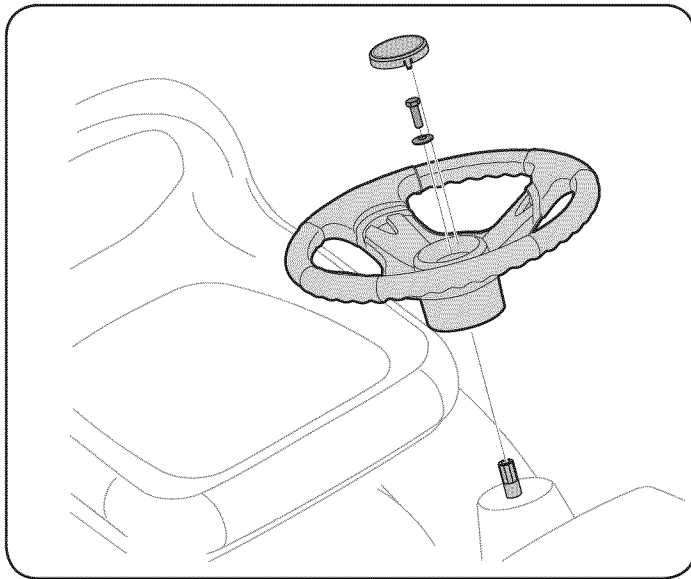

Figura 3
2. Coloque la arandela (con la parte ahuecada hacia abajo) sobre el volante y segura con el tornillo hexagonal. Véase la figura. 3.